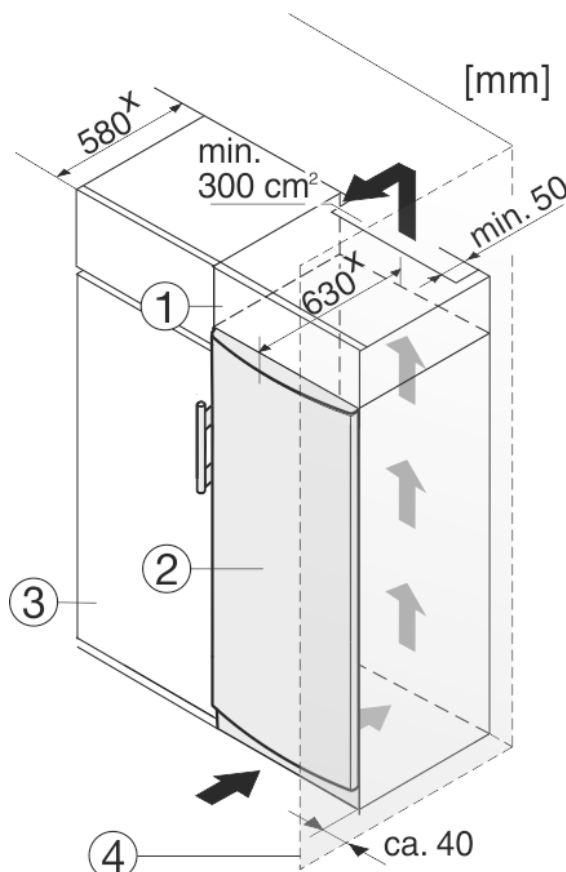

Fig. 9
- (1) Nadgradna omarica
- (2) Aparat
- (3) Kuhinjska omara
- (4) Stena
Okoli naprave lahko vgradite kuhinjske omare. Za poravnavo naprave Fig. 9 (2) s kuhinjskimi elementi lahko nad napravo postavite ustrezno nadgradno omarico Fig. 9 (1).
Pri vgradnji aparata v standardne kuhinjske omarice (globina največ 580 mm) lahko aparat postavite tik ob kuhinjsko omarico *Fig. 9 (3)*. Aparat je ob strani postavljen 34 mm x in na sredini 50 mm x od čelne stranice kuhinjske omarice.
Če aparat s tečajji postavite poleg stene *Fig. 9 (4)*, mora razdalja med aparatom in steno znašati najmanj 40 mm. To ustreza velikosti ročaja pri odprtih vratih.